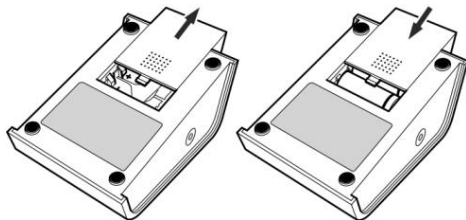

Fig. 4: Apertura de/ coperchio de/ vano batterie
4. Aprire il coperchio del vano batterie sul lato inferiore del misuratore (Fig. 4).